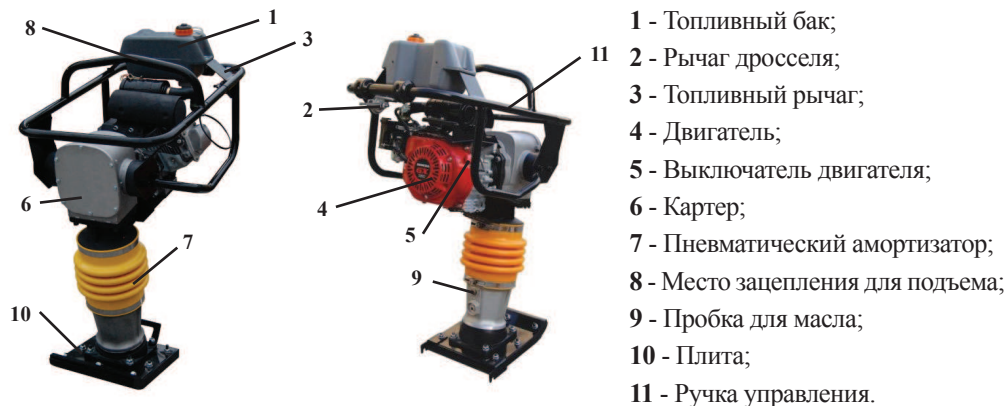

рис.1
4.1 Общий вид вибротрамбовки схематично представлен на рис. 1: